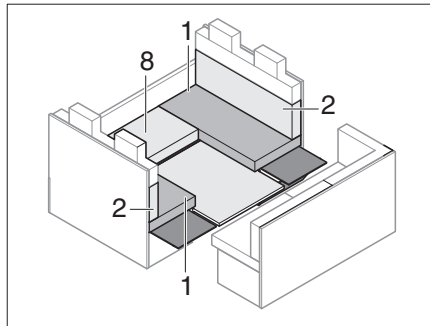

Fig. 192 Pendant la transformation
- Enlever le coussin d'assise (Fig. 192,8) et le soubassement.